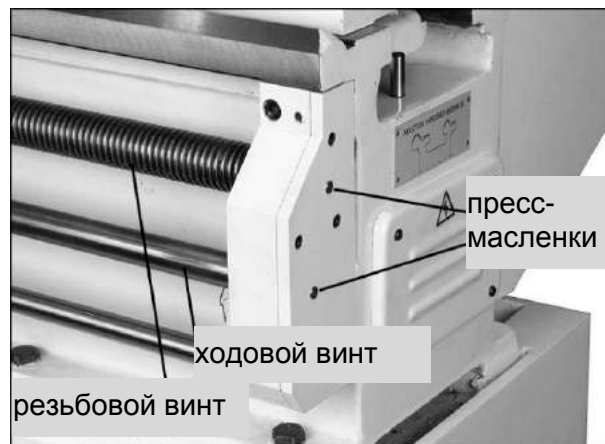

Рис.15
12. Ходовой и резьбовой винты – Ежедневно смазывать через две пресс-масленки (Рис.15).